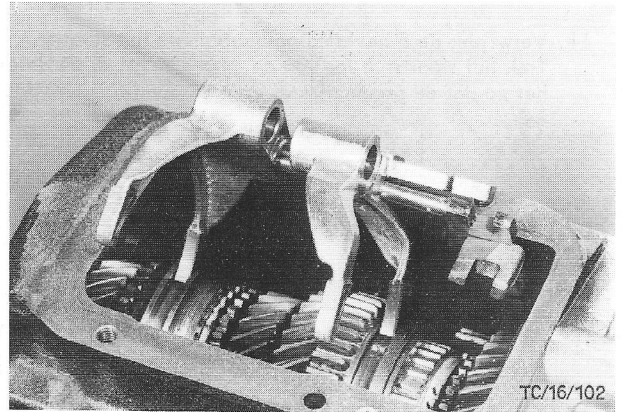

Fig.43 Schakelvorken verwijderen.
8. Schakel de 2e versnelling in, duw de schakeltuimelaar voor de achteruit naar achteren en neem de twee schakelvorken tezamen uit het huis (fig.43). Neem de twee vorken uit elkaar na de holle borgpen eruit te hebben getikt.